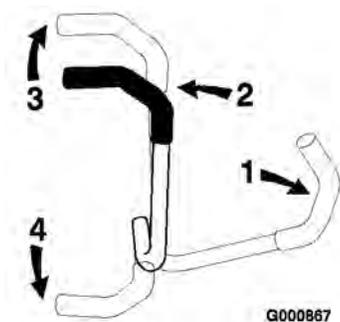

Figura 12
3. Para ir hacia adelante, empuje lentamente las palancas de control de movimiento hacia adelante (Figura 12).
Para ir recto, aplique la misma presión a ambas palancas de control de movimiento (Figura 12).
Para girar, deje de empujar la palanca de control de movimiento del lado al que desea girar (Figura 12).
2. Para ir hacia atrás, tire lentamente de las palancas de control de movimiento hacia atrás (Figura 12).